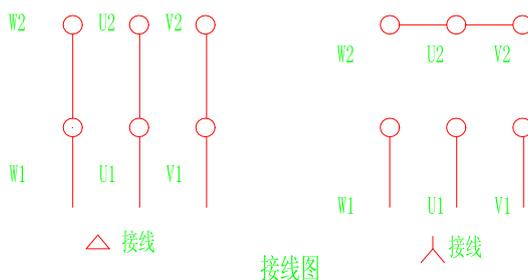

图 4
7.3.3 六端子接线盒通过连接片改变接法，可适应两种不同电压需要（见图 4）有两个进线口可引入二根多芯电缆的接线盒，当引入一根多芯电缆只使用一个进线口时，另一个进线口的 2mm 厚金属堵棒不得拿掉，否则将失去防爆性能。
7.3.4 电动机的相序 U、V、W 须与接入外电源相序 A、B、C 相对应，电动机转向从轴承伸端视之为顺时针方向，否则电动机将反转，见表 4，接线图见图 4。